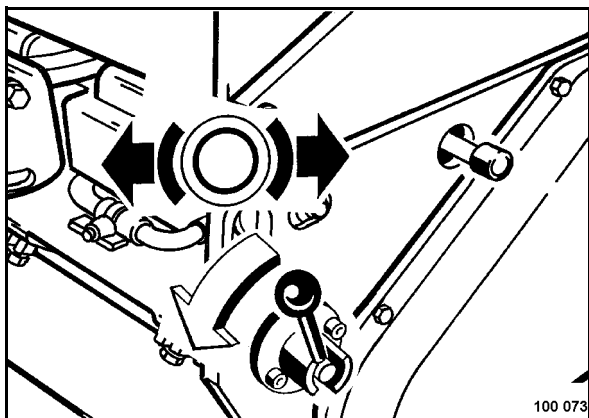

Fig. 26
- Sacar la palanca de accionamiento (Fig. 26), y encajarla hacia la izquierda en el símbolo "freno de estacionamiento suelto".